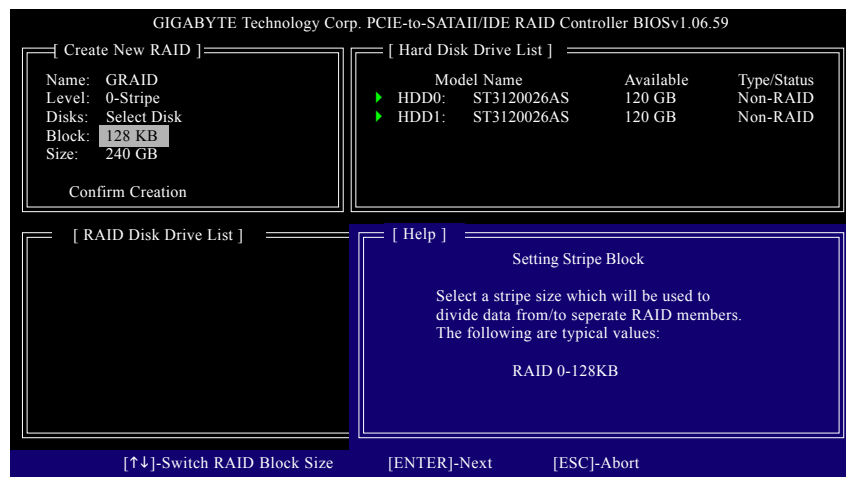

図 6
4. **ロックサイズの設定(RAID 0 のみ)**: Block アイテムの下で、上または下矢印キーを使用してストライプブロックサイズを 4 KB ~ 128 KB の間で選択します (図 6)。<Enter> を押します。